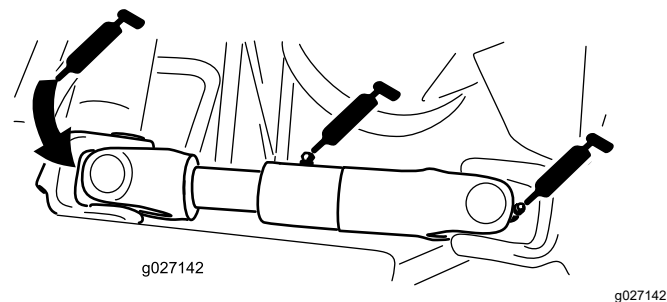

Bild 41
- U-Gelenk der Pumpenantriebswelle (3) (Bild 41)